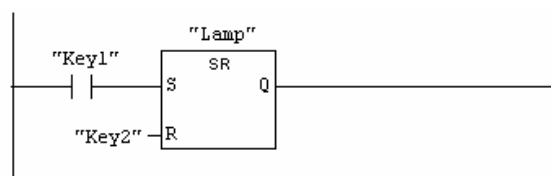

Рис. 1.24.
6) на входную линию функции S поставьте нормально открытый контакт Key1, а на место входа R – Key2 (рис. 1.24).